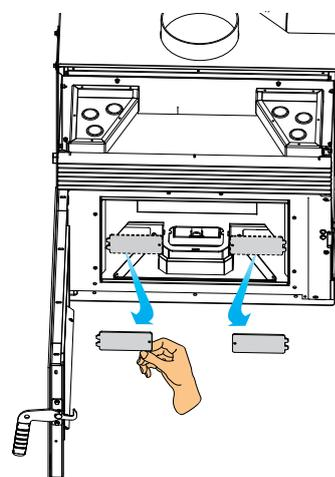

Abb. 7.18
- E) Die Blindstopfen des Rauchgaskollektors herausnehmen (Abb. 7.18),